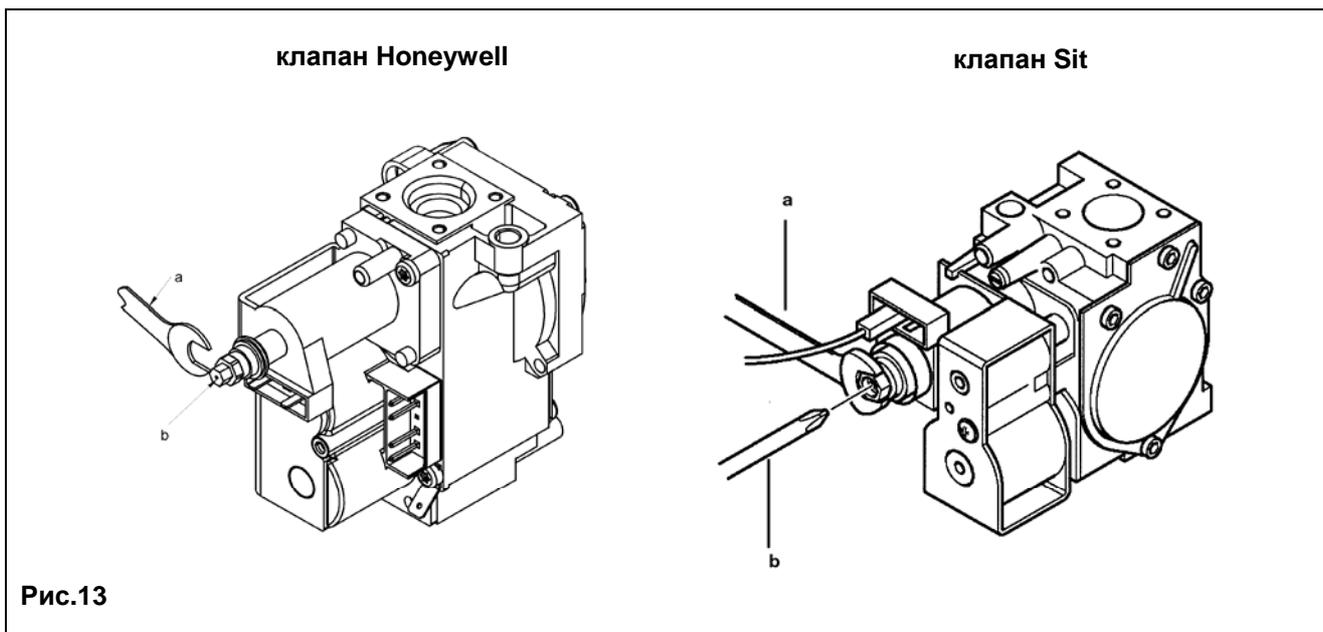

Рис.13
- Открутить винт на штуцере (**Pa**, рис. 13) и присоединить к штуцере (**Pa**) манометр.
- Проверить динамическое входное давление газа (штуцер **Pa**, рис. 13). Номинальные давления: **20 мбар** для природного газа, **37 мбар** для пропана.
- Проверить давление газа на горелке согласно таблице 1 для соответствующей модели котла и соответствующего типа газа. При необходимости снять крышку модулятора и поворачивать латунный винт ключом **a** (ключ **a**, рис.13) до достижения давления, указанного в таблице 1 для соответствующей модели котла и соответствующего типа газа.